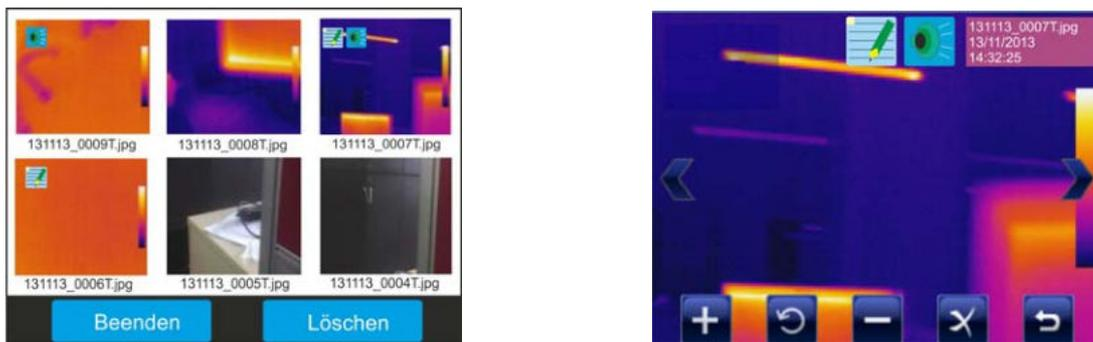

Abb. 65: Displayaufruf der gespeicherten Bilder
1. Berühren Sie das Symbol  im Hauptmenü. Die folgende Bildschirmseite erscheint im Display (siehe Abb. 65 – linke Seite).
4. Berühren Sie ein Bild in der Galerie, um es zu sehen. Die Bildschirmseite von Abb. 65 – rechte Seite erscheint im Display. Die Bedeutung der vorhandenen Symbole ist die folgende: